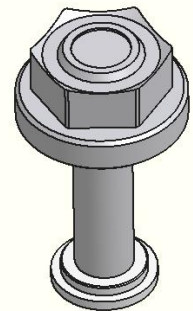

图7
8. 底芯(或称托子)下沉后,应不高于成型下模下平面,一般略低 1 左右,否则毛坯易与底芯粘连,导致机械手无法使用,如图 7。